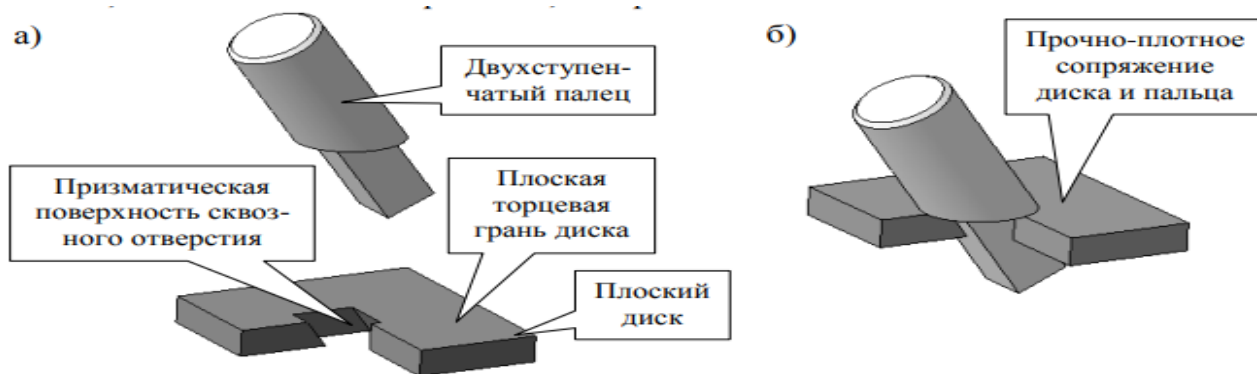

Рис. 17
- б) Трехмерные модели деталей построенные в контексте сборочного узла; Рис. 17 Плоский диск Двухступенчатый палец Плоская торцевая грань диска Призматическая поверхность сквозного отверстия а) Прочно-плотное сопряжение диска и пальца б)
108. Укажите оптимальную последовательность команд сопряжения, расположенных на одноименной Панели инструментов, при помощи которых в системе КОМПАС-3D, за минимальное количество времени, можно создать в рамках трехмерной модели сборочного узла (см. рис. 17, а) прочно-плотное сопряжение плоского диска и двухступенчатого пальца (см. рис. 17, б) по плоской торцевой грани диска и гладкой призматической поверхности сквозного, отклоненного от вертикали, отверстия в нем?